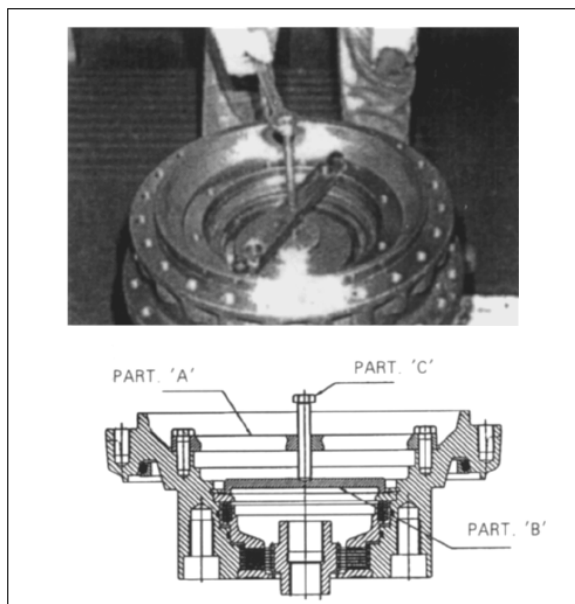

Рис. 67
5. Установите диск (В, Рис. 67) на пружинный фиксатор; закрепите выталкиватель (А) и установите болт-шток (С).